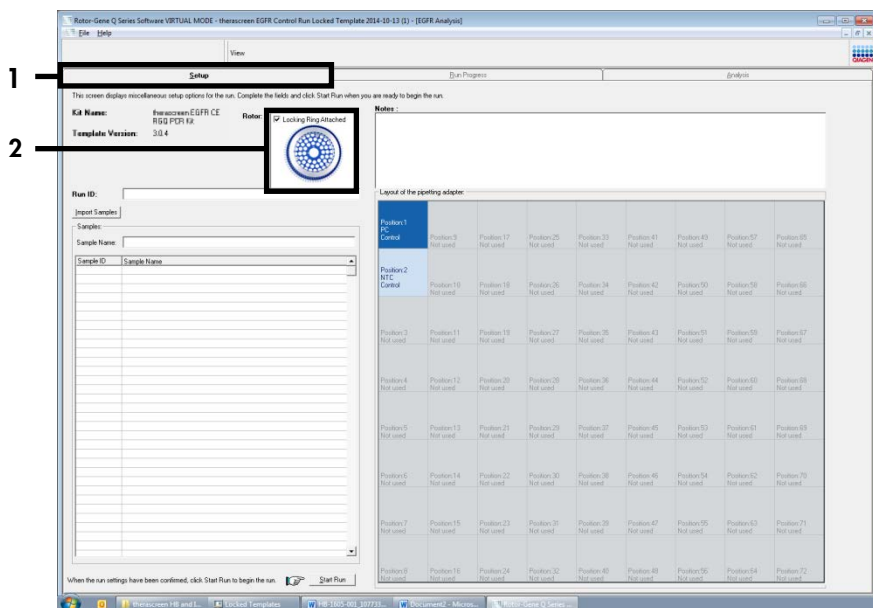

Figura 2. A guia “Setup” (Configuração) (1) e a caixa “Locking Ring Attached” (Anel de travamento anexado) (2).
13. A guia “Setup” (Configuração) é exibida por padrão (Figura 2). Certifique-se de que o anel de travamento está anexado corretamente e marque a caixa “Locking Ring Attached” (Anel de travamento anexado). Feche a tampa do equipamento Rotor-Gene Q MDx.